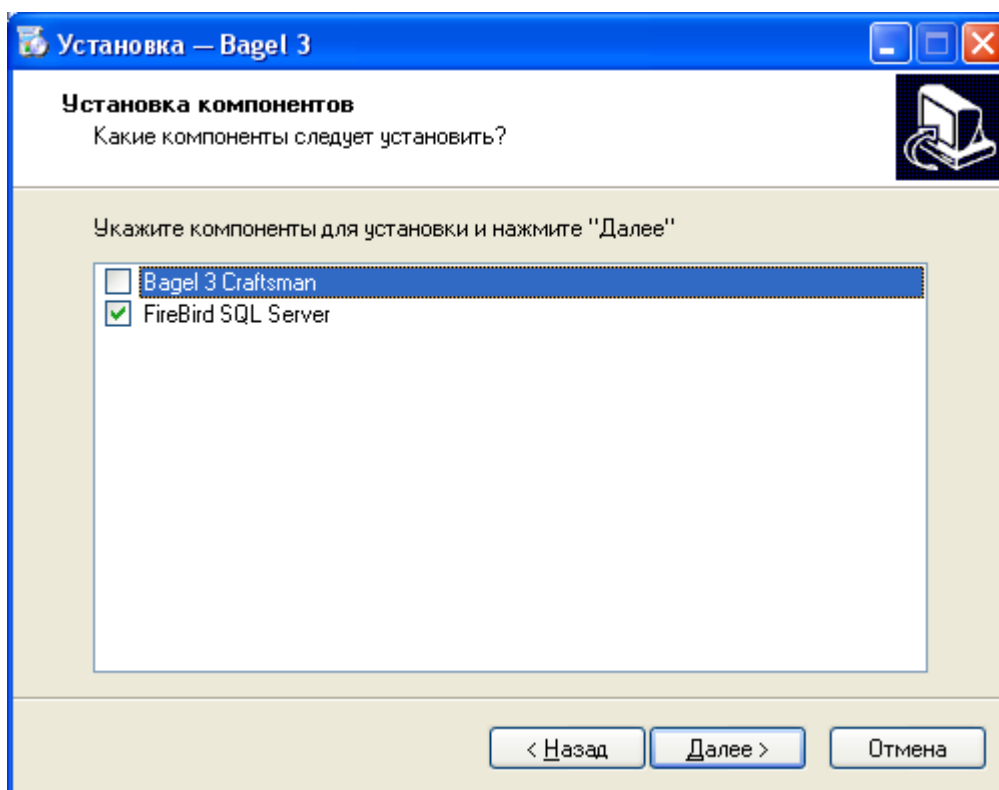

Рис.1.7
- Укажите компонент Firebird SQL сервер (рис.1.7)